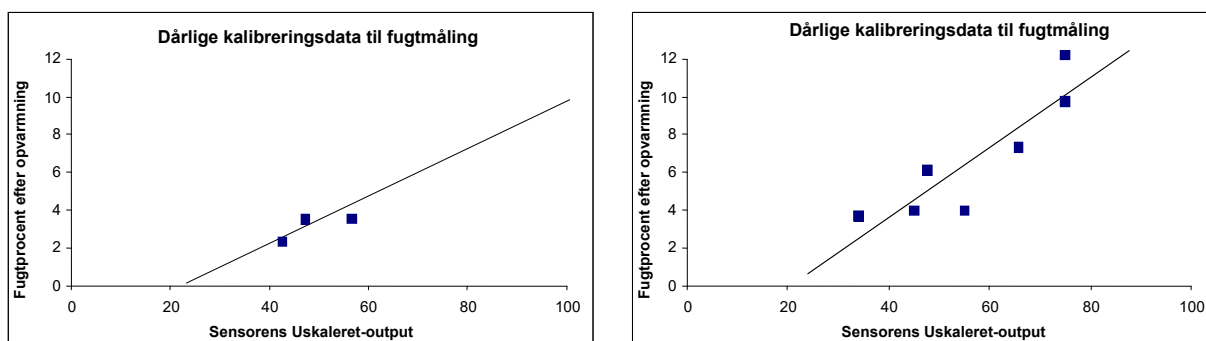

Fig. 18: Eksempler på dårlig materialekalibrering
- Prøverne er taget for tæt på samme fugtindhold (Fig. 18 til venstre). Et godt fugtområde er nødvendigt.
- Der er stor spredning i målingerne jf. kalibreringsgrafen Fig. 18 (til højre). Dette antyder som regel en upålidelig eller inkonsistent tilgang til prøvetagning til ovntørring eller dårlig placering af sensoren og derfor utilstrækkeligt materialeflow over sensoren.